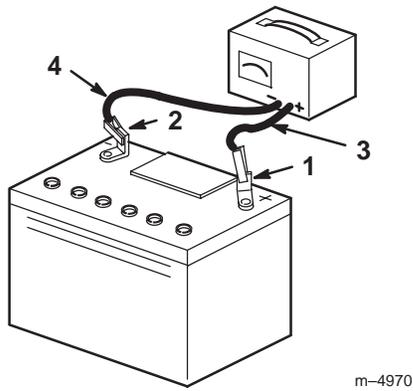

Bild 18
4. Ziehen Sie, wenn die Batterie voll geladen ist, den Stecker des Ladegeräts aus der Dose. Klemmen Sie dann die Klemmen des Ladegeräts von den Batteriepolen ab (Bild 18).